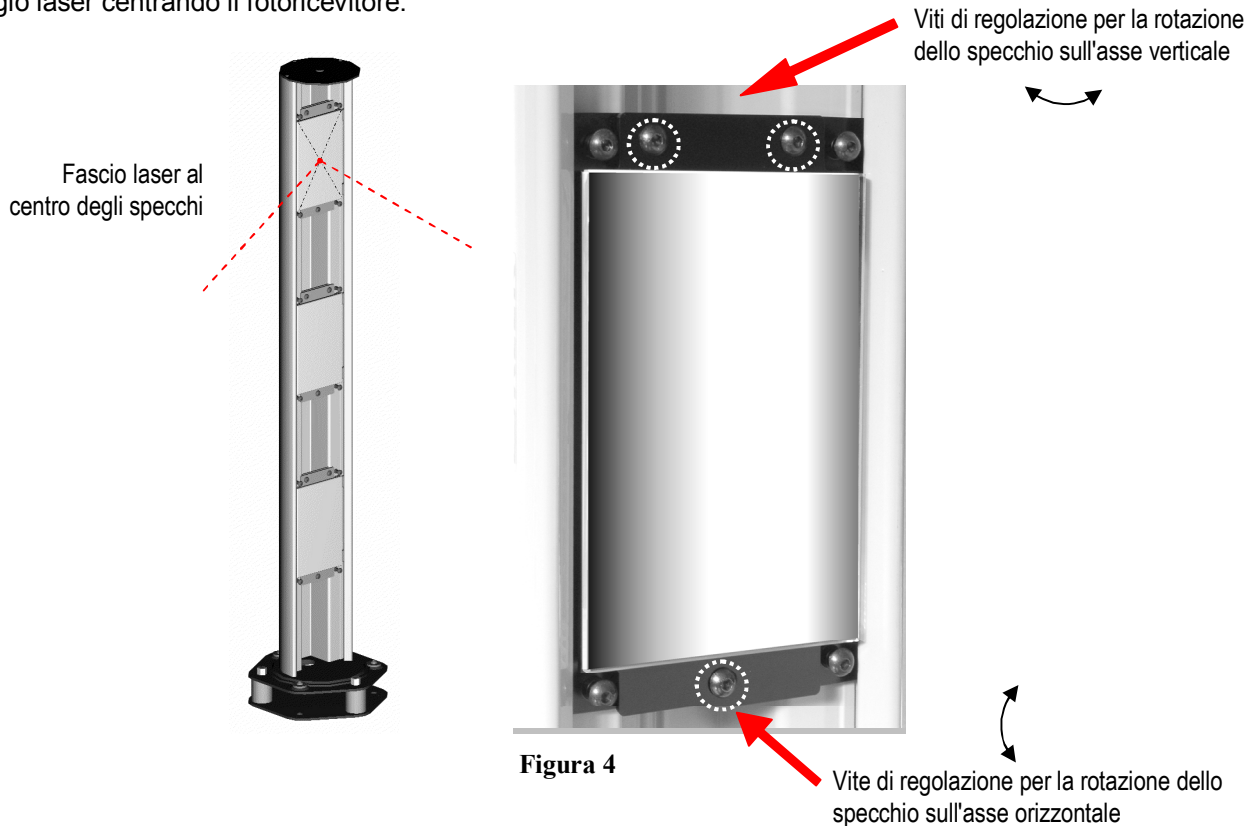

Figura 4
5. Ruotare la colonna che alloggia l'emettitore e controllare che il fascio laser cada esattamente al centro dello specchio (*Figura 4*).
7. Procedere all'allineamento dello specchio tramite le 3 viti di regolazione fine specchio (*Figura 4*) deviando così il raggio laser centrando il fotoricevitore.
3. Procedere all'allineamento dello specchio centrale (se presente) tramite le 3 viti di regolazione fine specchio (*Figura 4*) deviando così il raggio laser centrando il fotoricevitore.
4. Procedere all'allineamento dello specchio inferiore tramite le 3 viti di regolazione fine specchio (*Figura 4*) deviando così il raggio laser centrando il fotoricevitore.